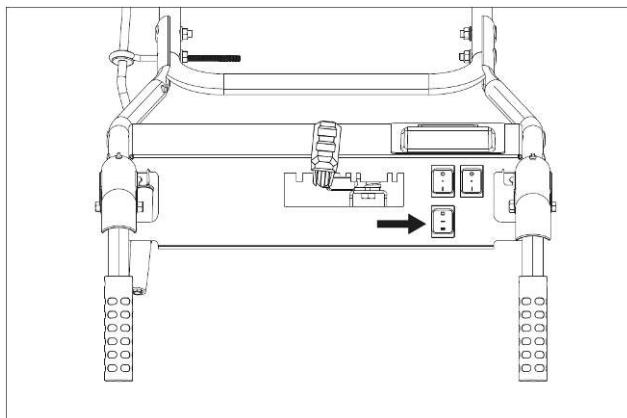

Рис. 30
2. Для запуска двигателя переведите выключатель «Пуск» на панели управления в положение «Вкл» (рис. 30).